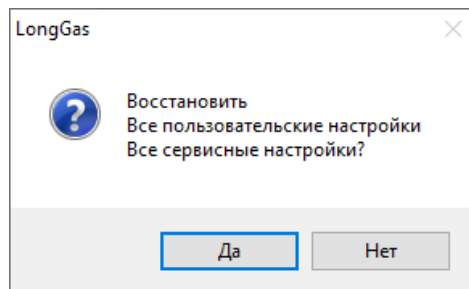

Рисунок 38 – Диалоговое окно подтверждения/отмены восстановления настроек прибора
- 5) в появившемся диалоговом окне, подтвердить или отменить действие (рисунок 38).